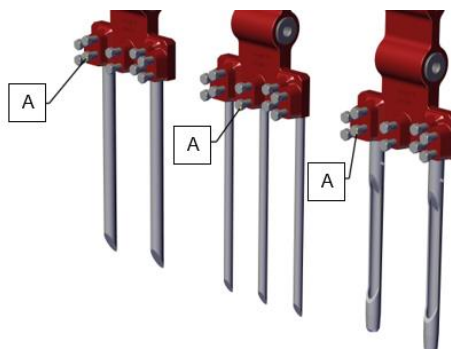

Fig. 10
I bulloni di fissaggio (A) possono essere serrati a 40 Nm. (Fig. 10)